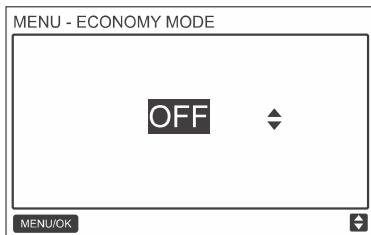

Abb. 64: ECONOMY MODE (Sparmodus) einstellen
Stellen Sie durch Drücken der Tasten ERHÖHEN ▲⏏ oder VERRINGERN ▼⏏ ein, ob der Sparmodus eingeschaltet (ON) oder ausgeschaltet (OFF) sein soll, wie in Abb. 64 gezeigt.